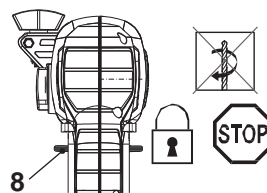

Fig. 9
Coloque o comutador do sentido de rotação (8) na posição central para bloquear o interruptor de ligar/desligar (9), prevenindo assim um arranque acidental (Fig. 9).